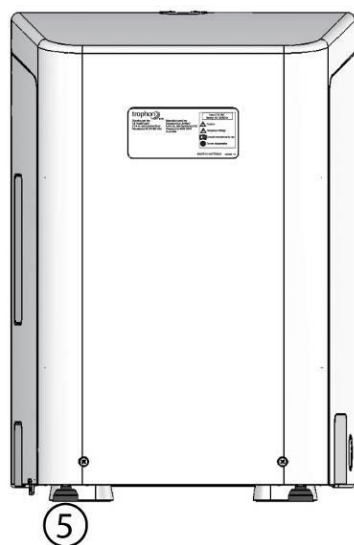

Рисунок 2
Задняя сторона (Рисунок 2)
2. Установите устройство в горизонтальном положении, используя для этого регулируемые задние ножки, поворачивая их по часовой стрелке или против часовой стрелки (см. Рис. 2). Убедитесь, что устройство имеет все ножки, и они надежно касаются опоры.